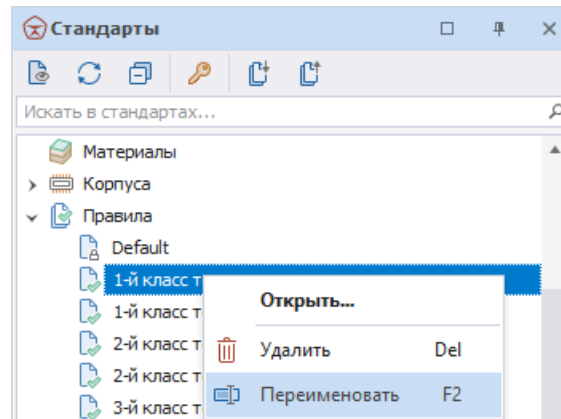

Рис. 101 Переименование шаблона правил
2. Вызовите контекстное меню и выберите пункт «Переименовать», Рис. 101. Для данного действия также задана горячая клавиша F2.